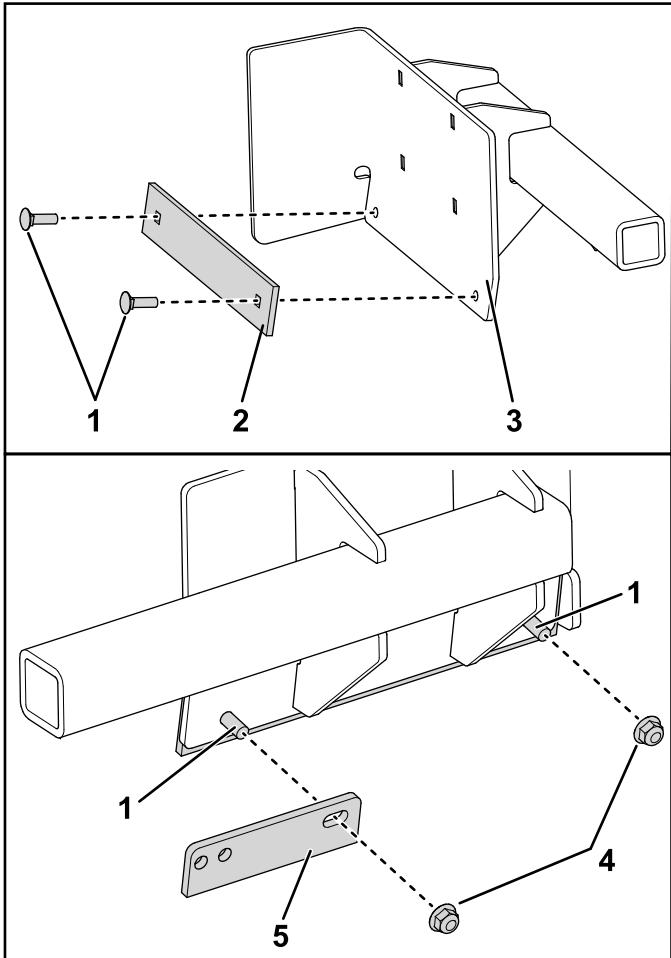

図 1
- ブレードスクレーパとプレートバッカーを、右側ボックスブレード延長部に取り付けるボルト $\frac{3}{8} \times 1\frac{1}{4}$ "2本とロックナット $\frac{3}{8}$ "2個を使用して図1のように取り付ける。左側ボックスブレード延長部にも同じ作業を行う。